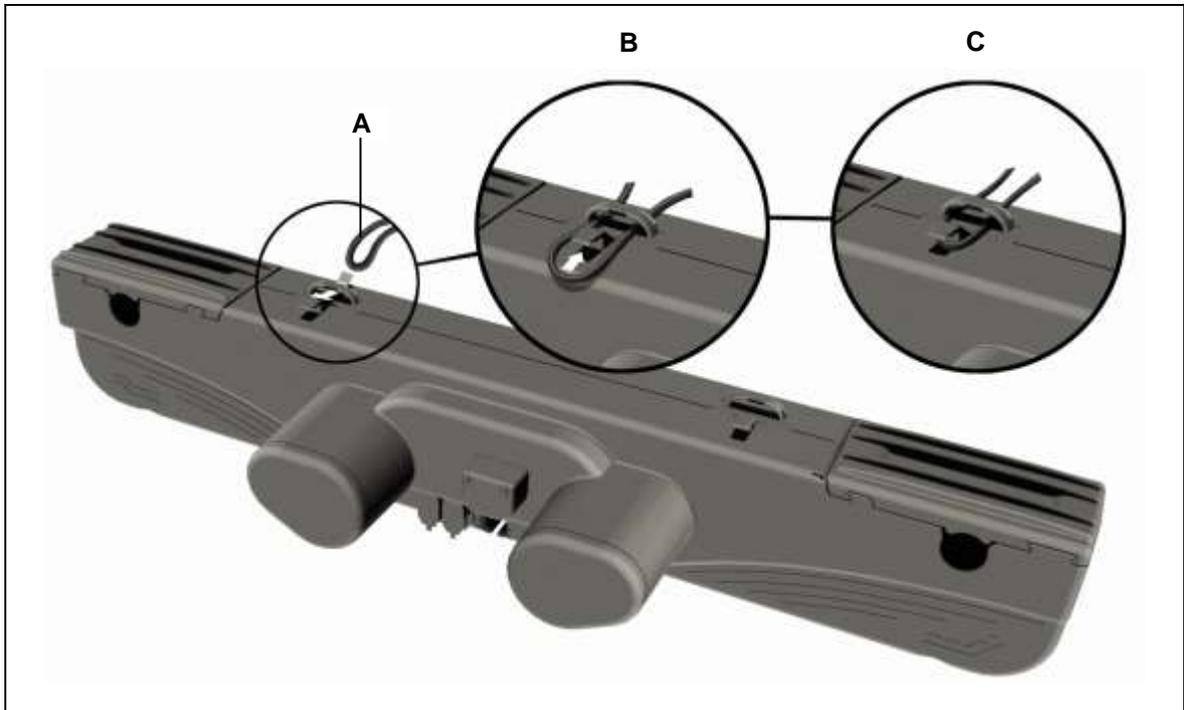

Abbildung 14 Kabel in die Zugentlastung einfädeln
- 2 Schieben Sie das Handschalterkabel in einer Schlaufe durch die Zugentlastung und ziehen Sie die Schlaufe leicht zurück, wie in Abbildung 14 gezeigt.